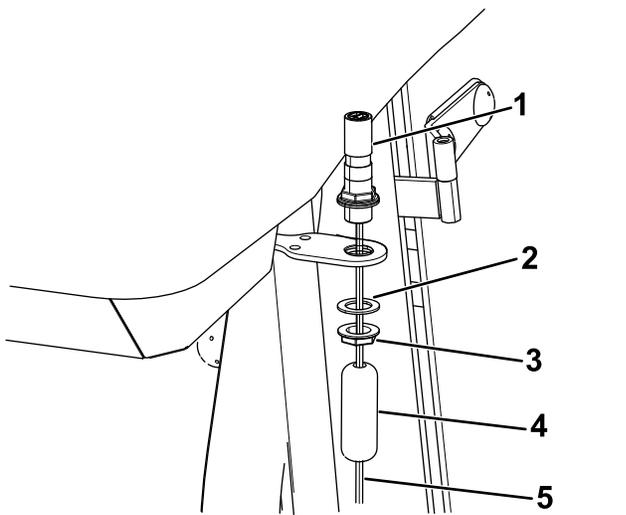

Bild 16
1. Befestigen Sie die Rundumleuchte an der Rundumleuchtenhalterung (Bild 16).